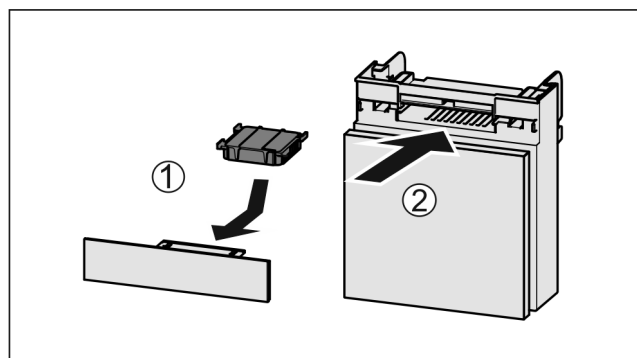

Fig. 172
- ▶ Insérer le filtre à charbon actif d'après le schéma Fig. 172 (1).
- ▶ Insérer le compartiment Fig. 172 (2).